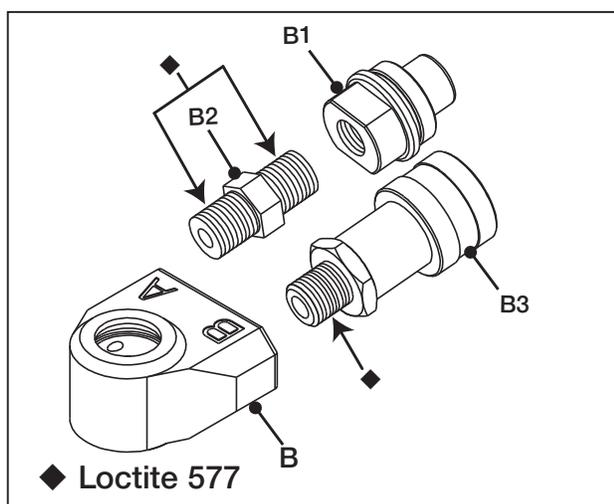

Fig. 19
**AVIS** Poser les raccords (B1 et B3) et l'adaptateur (B2) avant d'installer le raccord tournant (B) sur son potelet (F). Lors de la pose des raccords et de l'adaptateur, maintenir le raccord tournant dans un étau à mors doux.
- Appliquer du produit d'étanchéité Loctite 577 sur les filetages du raccord femelle (B3) et de l'adaptateur (B2). Voir leur emplacement (◆) sur la figure 19.
- Poser un joint torique (E) dans la rainure du potelet (F) de raccord tournant.
- Poser des joints toriques (C) dans les rainures qui se trouvent dans l'ensemble du raccord tournant (B).
- Enduire les joints toriques (E et C) d'une petite quantité de graisse silicone. Ensuite, faire glisser doucement l'ensemble du raccord tournant (B) sur le potelet (F).
- Remettre en place la bague de retenue (A).